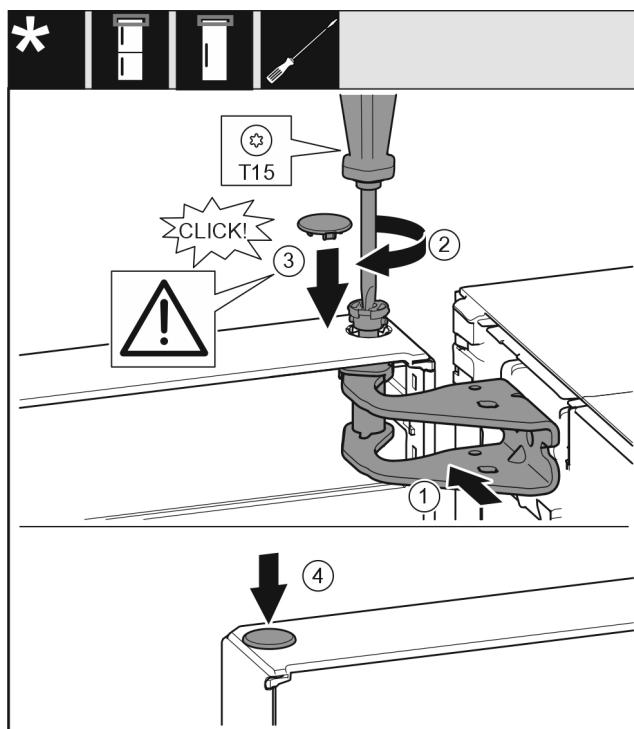

Fig. 20
- ▶ Poravnajte gornja vrata prema otvoru u podlošku ležaja. Fig. 20 (1)
- ▶ Umetnite svornjak i zavijte odvijačem T15. Fig. 20 (2)
- ▶ Montirajte sigurnosni pokrov radi osiguranja vrata: Umetnite sigurnosni pokrov i provjerite naliže li na vrata. U protivnom u potpunosti umetnite svornjake. Fig. 20 (3)
- ▶ Umetnite čep. Fig. 20 (4)